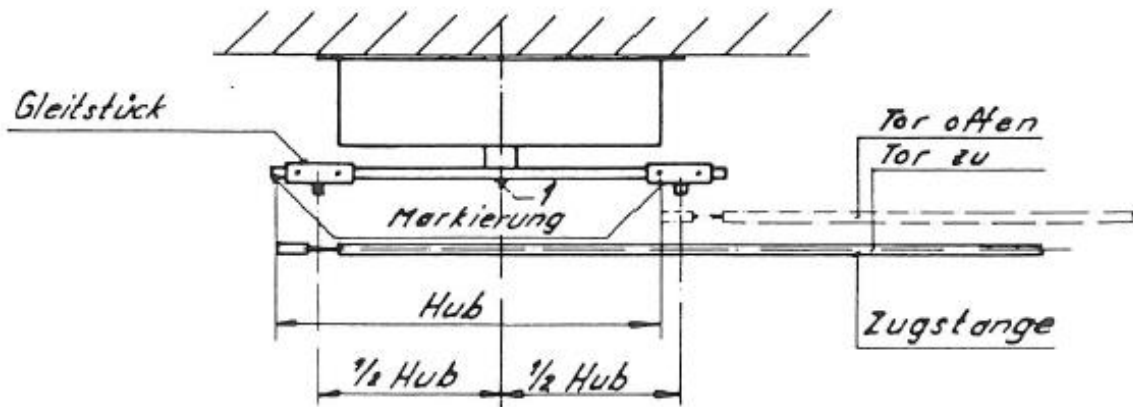

Abbildung 6-21 - Vorderansicht Drehteller mit Zugstange
6. Das Tor von Hand öffnen und den Antrieb in Stellung „OFFEN“ bringen. Wiederum das Ende der Stange auf dem Arm markieren (Abbildung 6-21).